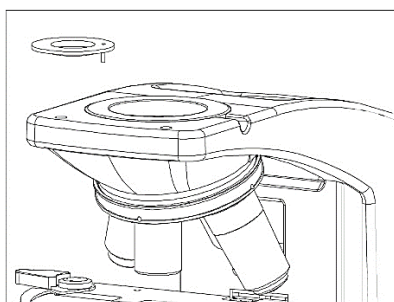
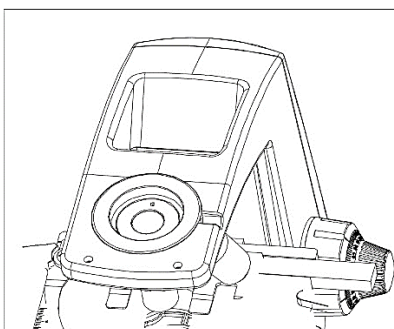

Fig. 6
Fig. 7
1. Quitar el cabezal de observación de su posición e instalar el analizador colocando firmemente el perno de posicionamiento del analizador dentro del agujero guía del adaptador de cola de milano, como se muestra en la Fig. 6 y en la Fig. 7.